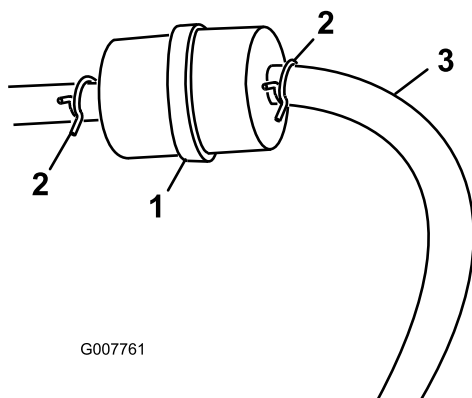

Figura 27
3. Apriete los extremos de las abrazaderas y deslícelas por el tubo alejándolas del filtro (Figura 27).
5. Instale un filtro nuevo y acerque las abrazaderas al filtro (Figura 27).
3. Afloje la abrazadera cerca del filtro de combustible y deslícela por el tubo, alejándola del filtro de combustible (Figura 27).
4. Desconecte el tubo de combustible del filtro de combustible (Figura 27).
Nota: Deje fluir la gasolina a una lata u otro recipiente apropiado (Figura 27).
5. Instale el tubo de combustible en el filtro de combustible. Acerque la abrazadera al filtro de combustible para fijar el tubo de combustible (Figura 27).